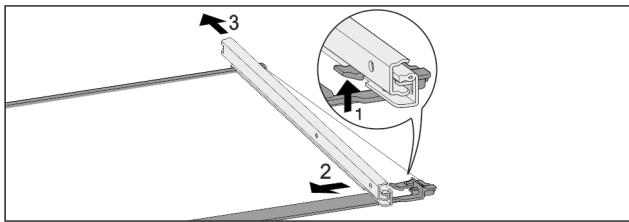

Fig. 44 Glasplatte mit Schienen
- ▶ Vorderen Rasthaken nach oben drücken. Fig. 44 (1)
- ▶ Auszugsschiene zur Seite Fig. 44 (2) und nach hinten Fig. 44 (3) wegschieben.